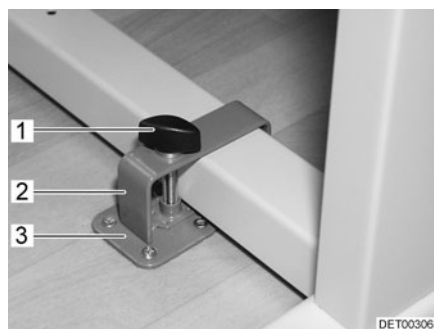
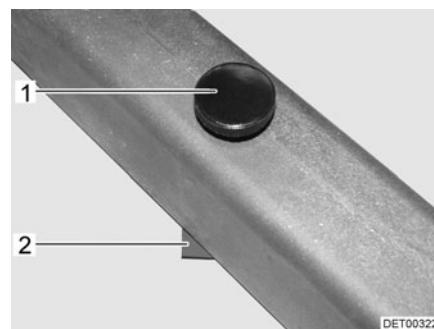

Fig. 59 Dispositif de blocage table pivotante à montage métallique
Fig. 60 Dispositif de blocage table pivotante à montage en plastique
- Placer la table pivotante près du support (Fig. 59,3) ou sur celui-ci (Fig. 60,2).
- Placer l'étrier (Fig. 59,2) avec la vis de fixation (Fig. 59,1) par-dessus le pied de table.
- Pousser l'étrier et, le cas échéant, la table pivotante de telle sorte que la vis de fixation (Fig. 59,1 ou Fig. 60,1) puisse être vissée dans le support (Fig. 59,3 ou Fig. 60,2).